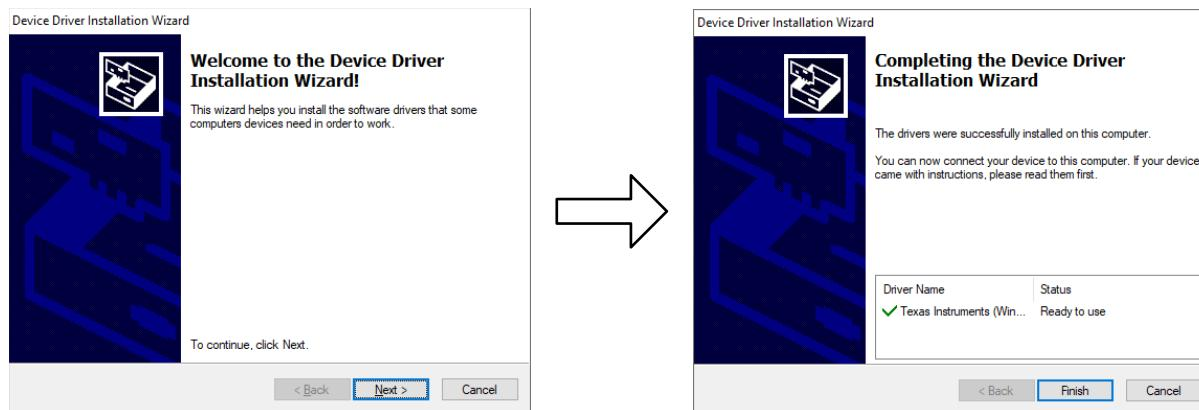

图 5-3. 器件驱动程序安装向导
- 在 ADS7953EVM GUI 安装过程中，屏幕上会显示器件驱动程序安装向导（图 5-3）。点击 *Next* 按钮继续，然后在安装完成后点击 *Finish* 按钮。